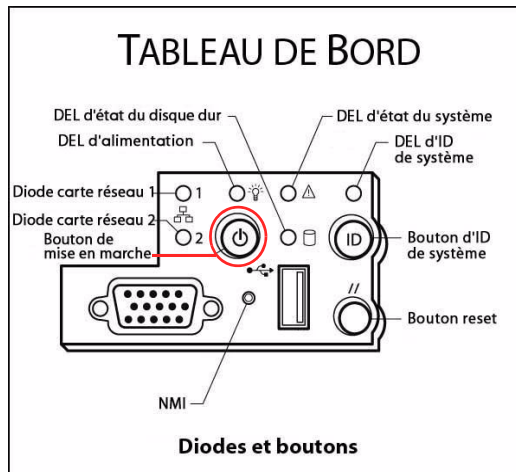

FIGURE 2-24 Bouton de mise en marche et autres composants du tableau de bord
5. Appuyez sur le bouton de mise en marche du tableau de bord, derrière le capot de protection (reportez-vous à la FIGURE 2-24).